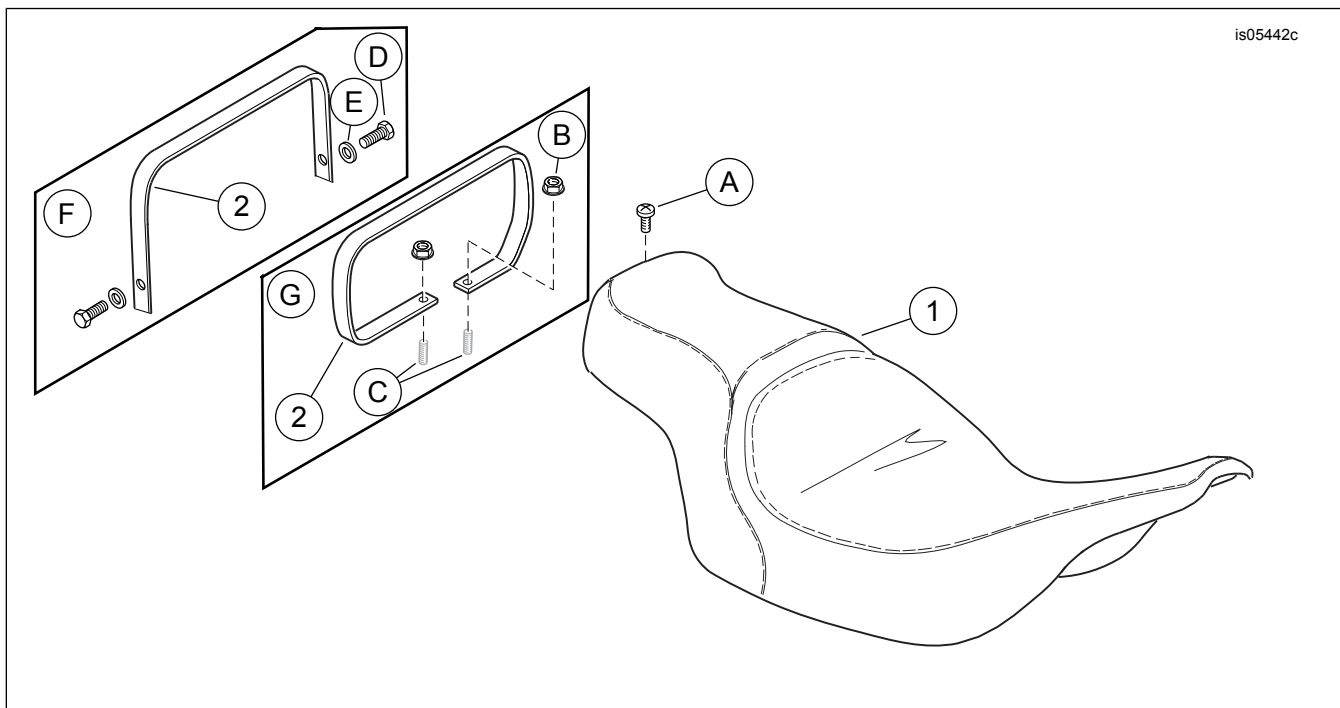

Figura 7. Peças de reposição: Assento aquecido
Veja Figura 7 e Tabela 1 para obter o conteúdo do kit.
1. Ver Figura 7 . Retire o parafuso (D), arruela (E) e extremidade da tira de apoio. Conserve as ferragens para uma instalação posterior.
2. Ver Figura 7 . Retire o parafuso de cabeça Phillips com a anilha de travão (A) da parte de trás do assento atualmente instalado. Puxe o assento para trás para removê-lo. Retenha o parafuso
- b. Ver Figura 7 . Instale o parafuso da tira de apoio (D) e a arruela (E). Aperte.